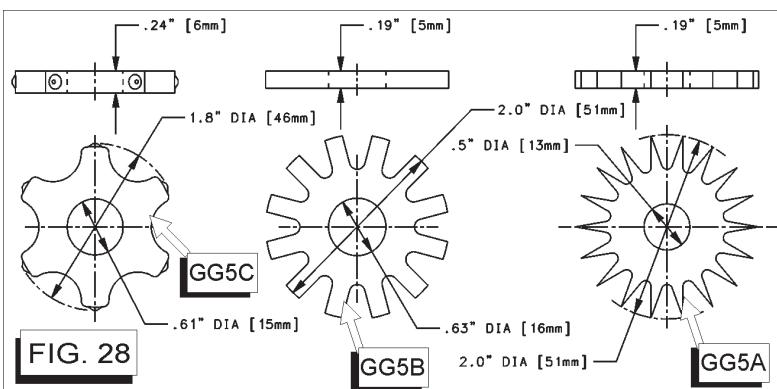

FIG. 28
- GG5A. Disque en étoile [FIG. 28].
- GG5B. Disque à rayons [FIG. 28].
- GG5C. Disque au carbure de tungstène [FIG. 28].